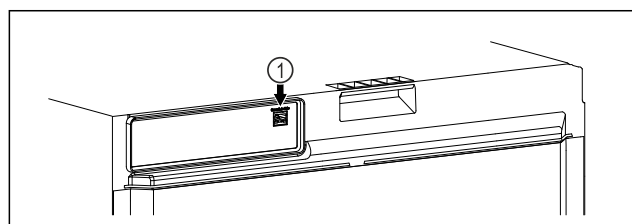

Fig. 100
- ☐ SmartModule Fig. 100 (1) er installert.